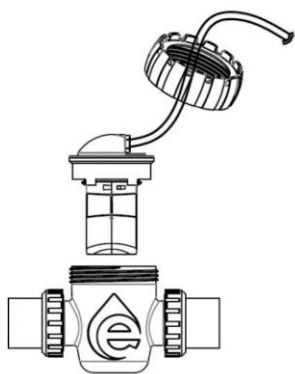

Рисунок 3.
2. Ячейка для электролиза предназначена для установки в ПВХ водопроводно-канализационной сети бассейна. Отверстие держателя ячейки должно быть расположено прямо, чтобы дать возможность технического обслуживания титановых пластин. Чтобы установить ячейку, отрежьте, по крайней мере, 188 мм трубки. Закрепите держатель ячейки для электролиза на трубе, вставьте электроды в ячейку. Пропустите провод, идущий к электродам, через гайку (Рисунок 3).